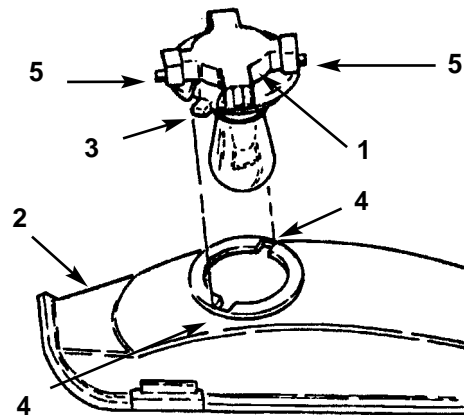

Figure 18
3. Tourner le porte-ampoule d $\frac{1}{4}$ de tour dans le sens horaire et le déposer du réflecteur (Fig. 18).
2. Le porte-ampoule est muni de deux languettes (Fig. 18). Aligner les deux languettes avec les encoches du réflecteur, installer le porte-ampoule dans le réflecteur et lui donner $\frac{1}{4}$ de tour dans le sens horaire jusqu'à ce qu'il s'arrête.